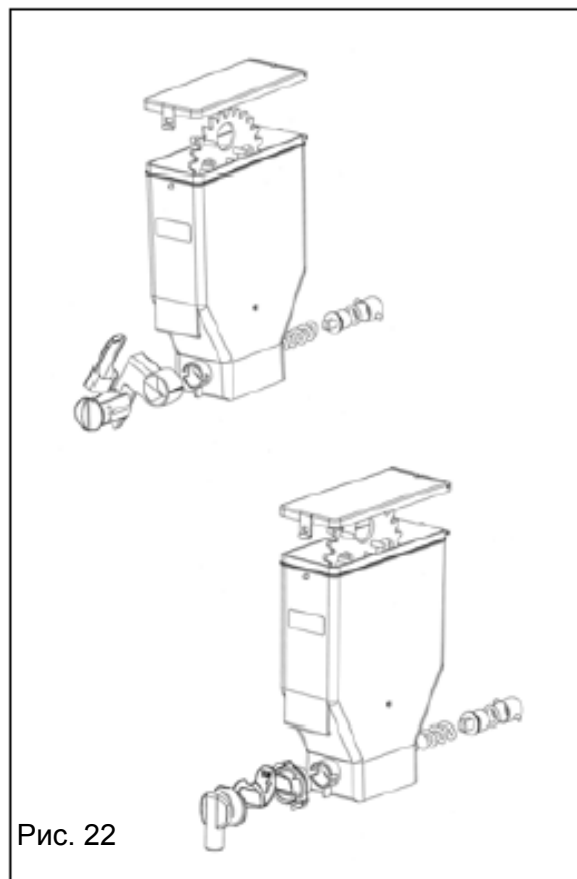

Рис. 22
- снимите все их крышки, втулки и передвижные механизмы (рис. 22). Погрузите все детали в раствор, кроме стального спирального транспортера.